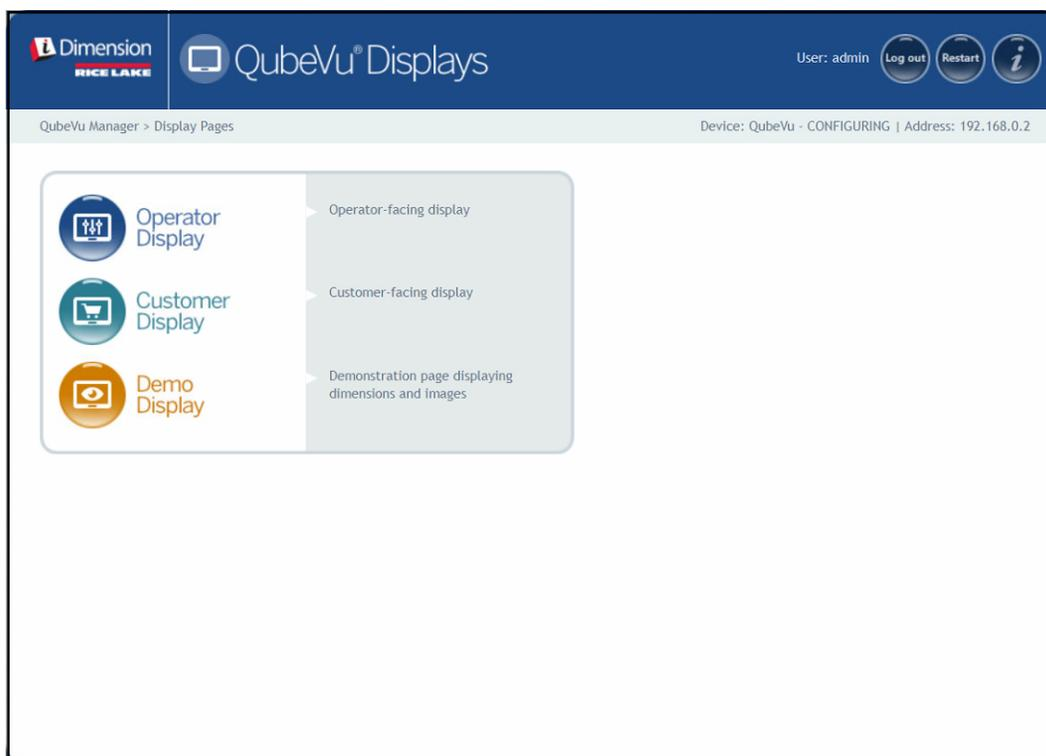

Figura 3-1. Menu Displays
- Selezionare  **Operator Display** nel menu **Display Pages** (Pagine Display) (Figura 3-1 a pagina 15). Viene visualizzato il display dell'operatore.
- Selezionare  **Customer Display** nel menu **Display Pages** (Pagine Display) (Figura 3-1 a pagina 15). Viene visualizzato il display del cliente.
- Selezionare  **Demo Display** nel menu **Display Pages** (Pagine Display) (Figura 3-1 a pagina 15).